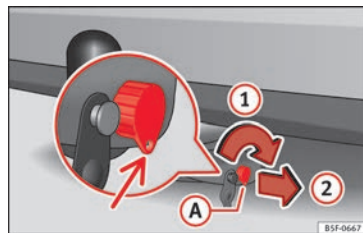

Bild 225 Låsa låset
- Vrid nyckeln **(A)** i pilens **(1)** riktning tills nyckelns del med hål når det nedersta läget » bild 225.